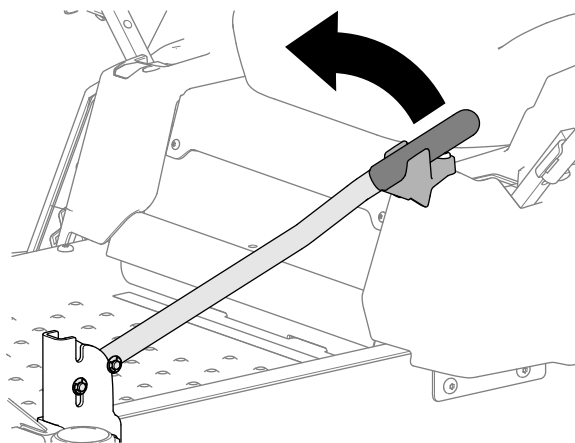

Figura 8
1. Ruotate la maniglia per trazione assistita come illustrato nella Figura 8.